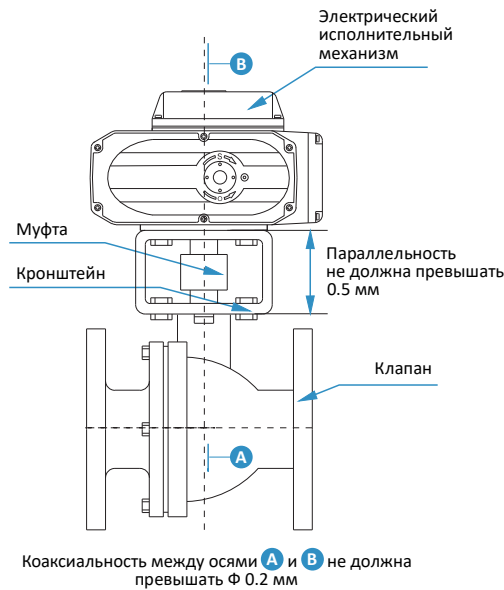

Рис. 4
- Кронштейн и муфта должны быть спроектированы и пройти обработку профессиональными техническими специалистами и соответствовать требованиям, предусмотренным на Рис. 4.